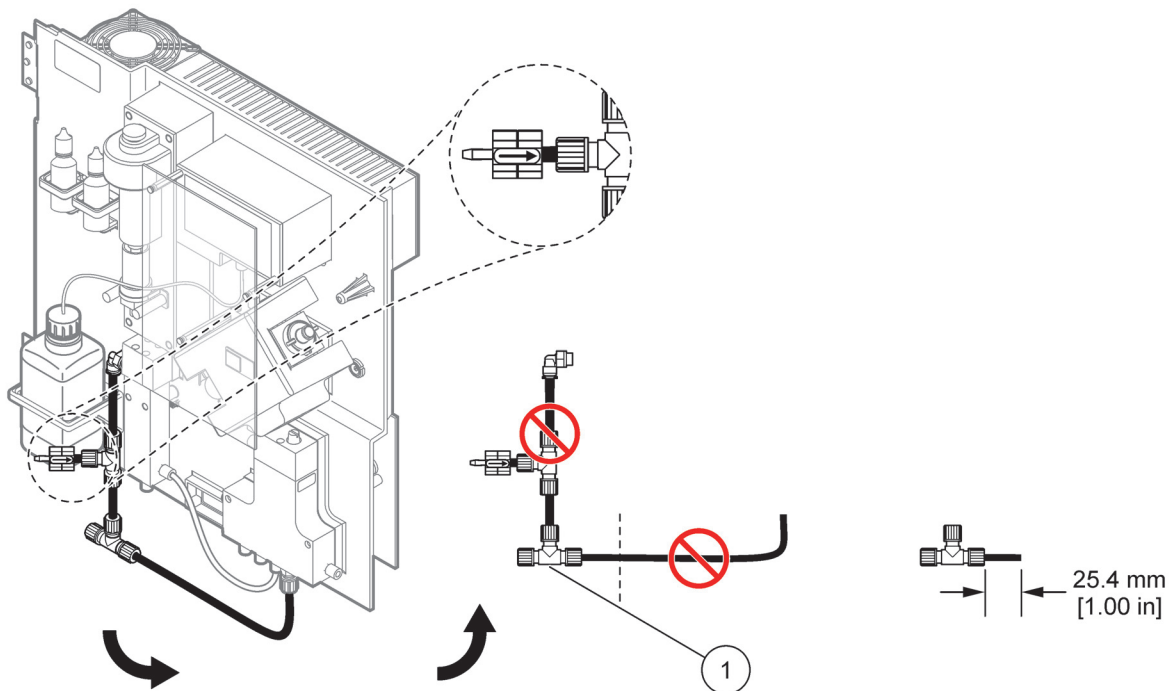
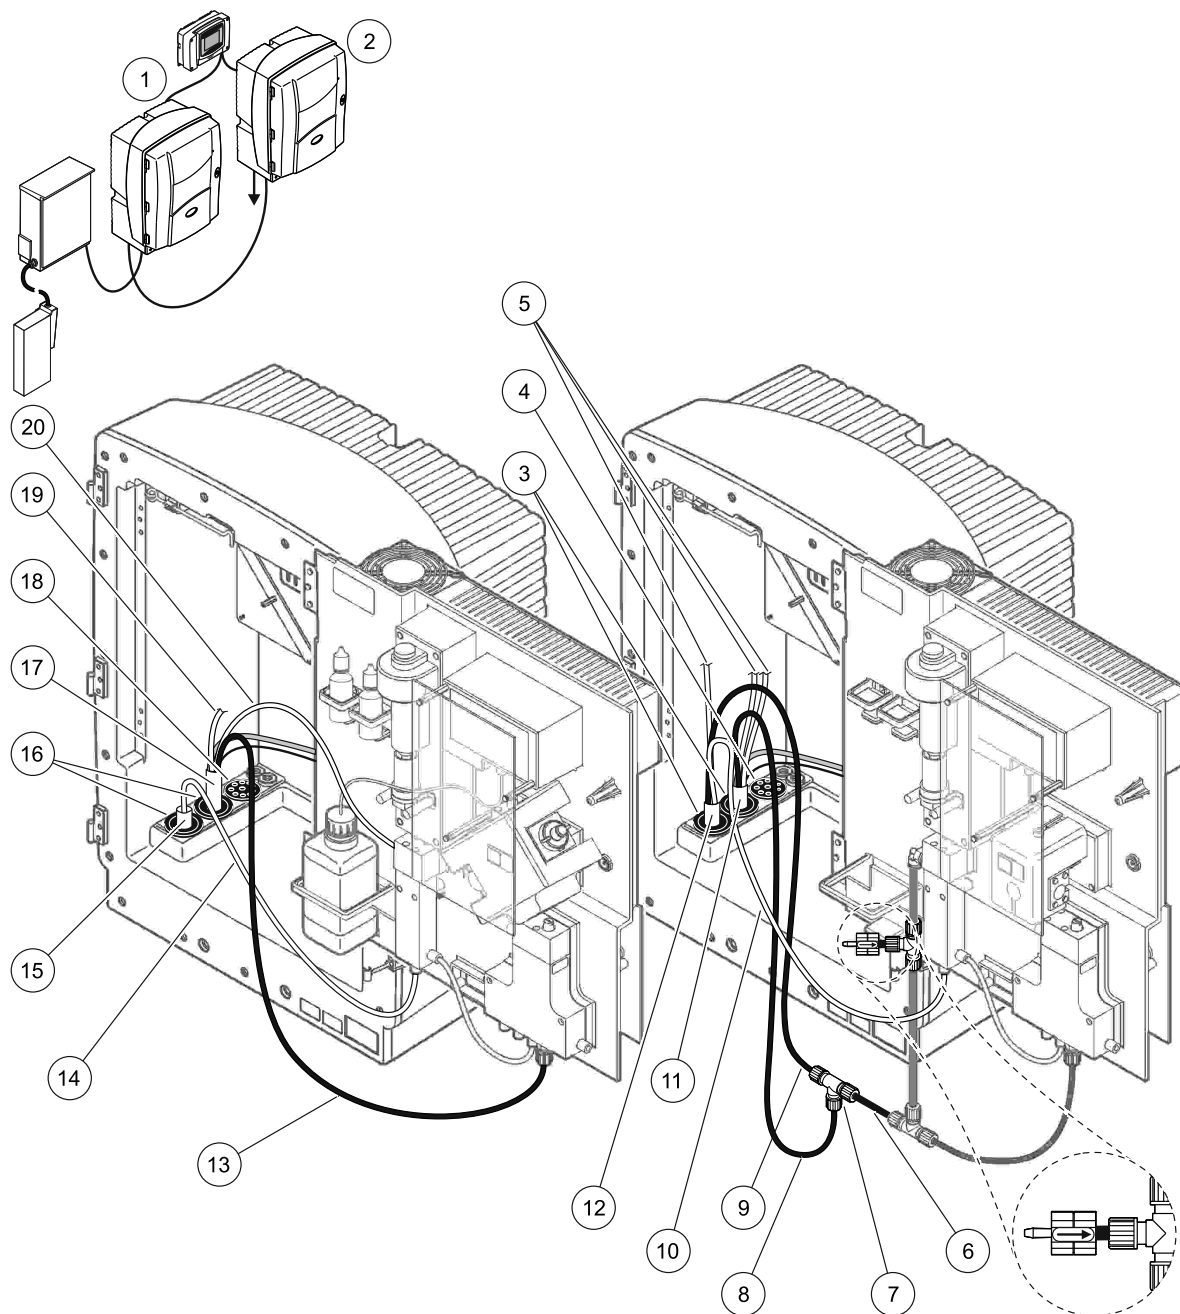

Figura 28 Remoção do adaptador em T
Figura 32 Configuração da Opção 4
O adaptador em T é usado para conectar o tubo do dreno. Para remover o adaptador em T, consulte Figura 28 e as etapas a seguir:
Consulte Figura 32 na página 92 e as instruções a seguir, relativas à Opção 4:
- a. Passe a mangueira aquecida do FILTRAX pela abertura do analisador (Figura 32 na página 92, item 15). Use o Plugue de vedação No. 1 para prendê-la.
- b. Passe a mangueira do dreno aquecido pela abertura do analisador (item 17). Use o Plugue de vedação No. 1 para prendê-la.
- e. Remova o tubo do dreno pré-instalado conectado ao bloco de válvula e remova o adaptador em T do tubo do dreno (item 7). Guarde-os para uso com o Analisador 2.
- a. Passe a mangueira do dreno aquecido do Analisador 1 pelo Analisador 1 (item 12). Use o Plugue de vedação No. 1 para prendê-la.
- b. Passe a segunda mangueira do dreno aquecido pelo Analisador 2 (item 11). Use o Plugue de vedação No. 1 para prendê-la.
- e. Corte 25 mm do tubo do dreno removido do Analisador 1. Conecte o pedaço de 25 mm de tubo ao adaptador em T no Analisador 2. Conecte a outra extremidade do tubo ao adaptador em T removido do Analisador 1. Consulte Figura 28 na página 83 para saber como remover o adaptador em T.